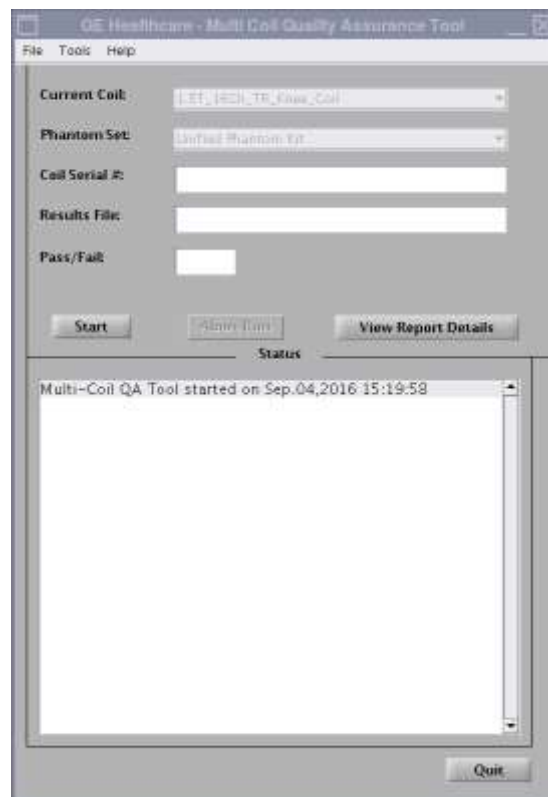

图 3
当前线圈字段将会自动填写（图 3），基于连接 LPCA 的线圈的线圈 ID。在 [Coil Serial #]（线圈序列号）字段中输入正在测试的线圈的序列号。
2. 单击 [Start]（开始）以开始自动测试，如图 3 所示。根据测试位置的数量（线圈的复杂性），该测试可能需要 3 到 5 分钟。